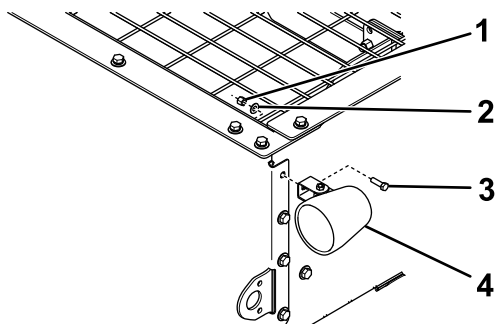

Bild 8
20. Befestigen Sie die Lampen mit zwei Schrauben (5/16"), Unterlegscheiben und Muttern am Füllkasten des Streuers (**Bild 8**).